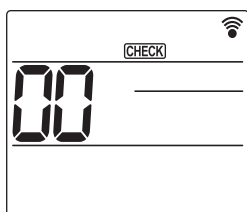

Fig. 6-7
- Trykk på [MENU]-knappen i 5 sekunder. (Fig. 6-7)